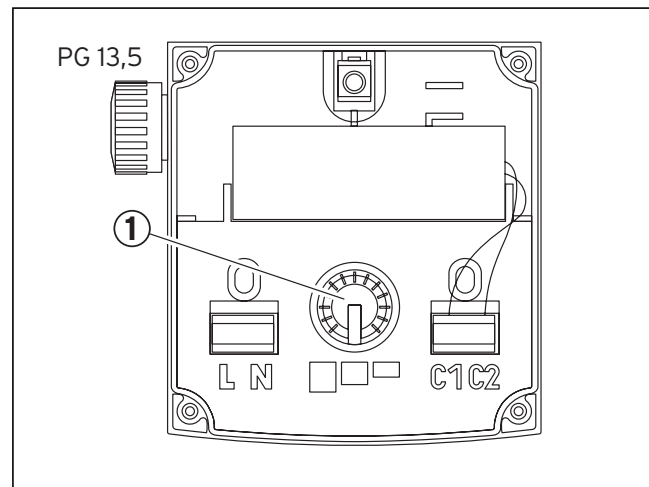

Fig. 8.2 N° réf. 309 441, 309 442 et 00 2001 6930
- Types EM : régler le sélecteur rotatif 3 positions (Fig. 8.2 et 8.3, pos. 1) dans le bornier sur le régime souhaité.